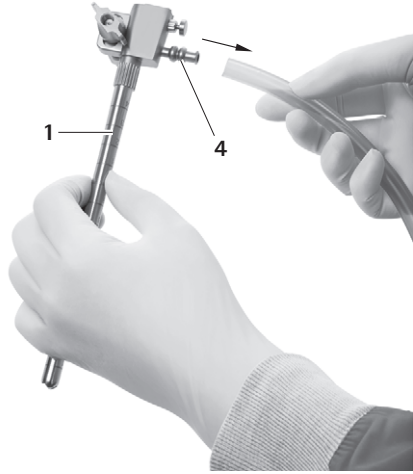

Fig. 12
- ▶ Îndepărtați furtunul din conexiunea de irigare 4, vezi Fig. 12.